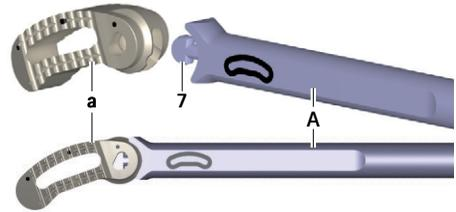

Abb. 7 Implantat an Einsetzinstrument koppeln
- ▶ Implantat a in Schutzverpackung auf Zweiflach 7 des Einsetz Instruments A stecken, siehe Abb. 7. Dabei auf Ausrichtung des Implantats achten (Orientierung anhand der Beschriftung am Einsetzinstrument).
- ▶ Einsetzinstrument **A** in situ an Implantat **a** koppeln, siehe Abb. 7.